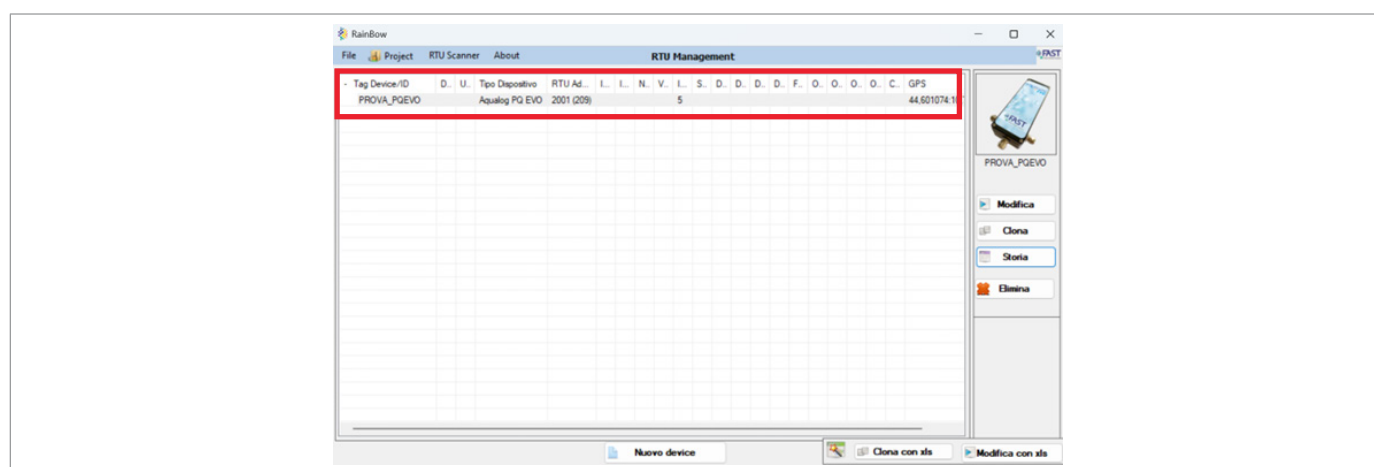

Fig. 8.19. Selezione RTU
3. Selezionare la RTU desiderata (Fig. 8.19)